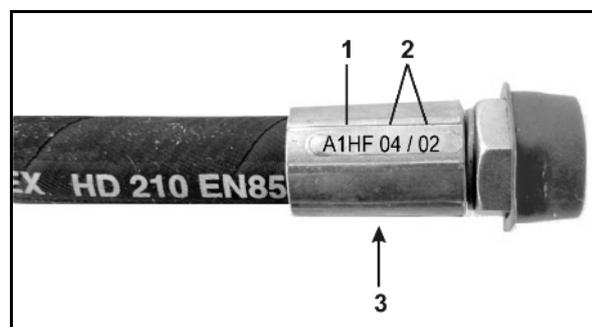

Fig. 55
2. Dévissez le capuchon magnétique (Fig. 55/1)
3. Retirez la bobine magnétique (Fig. 55/2)
4. Dévissez la tige de distributeur (Fig. 55/3) avec les sièges de soupapes et nettoyez-la à l'air comprimé ou à l'huile hydraulique.